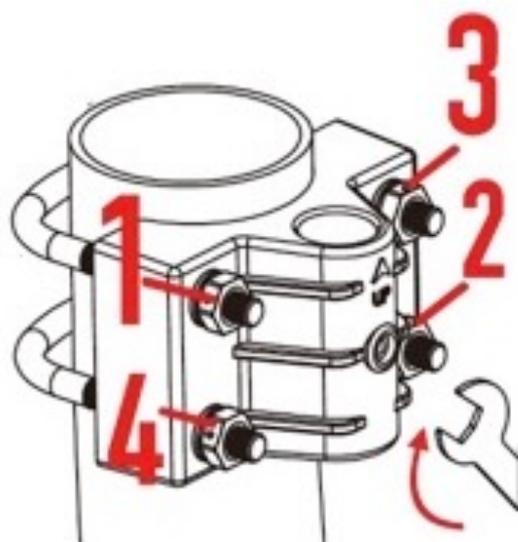

Figura 6: schema di montaggio del pacchetto del sensore 5-1
1. Installare la base su un palo (1,25 pollici ~ 2 pollici) come mostrato nella Figura 6.